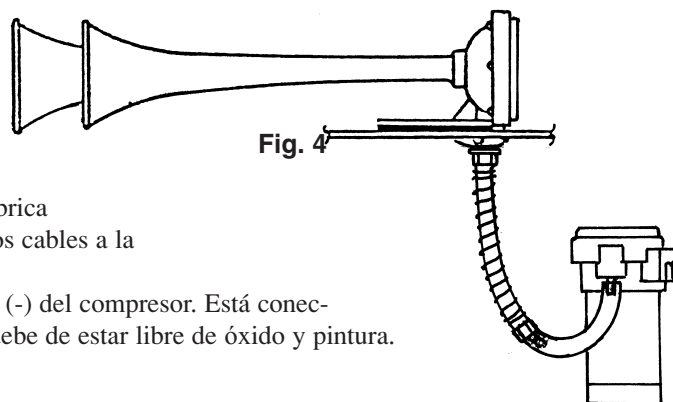

Fig. 4
**PRECAUCIÓN:** Los tubos de plástico entre el compresor y las trompetas no deben de tener dobleces o torceduras las cuales pueden parar o reducir el flujo de aire, resultando en una reducción en sonido. Fig. 4.